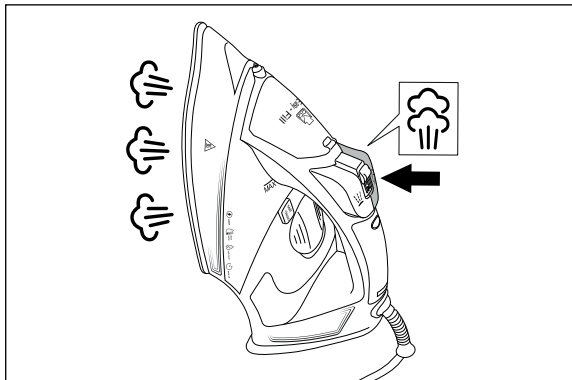

Fig. 7
- 4) Pulse varias veces brevemente el botón de chorro de vapor **4** en intervalos de unos 5 segundos (consulte la fig. 7).